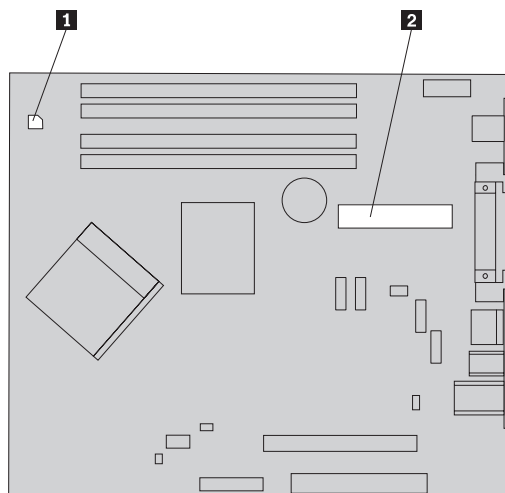

Figura 19. Connettori della scheda di sistema
6. Scollegare i cavi di alimentazione **1** e **2** dai connettori della scheda di sistema e da tutte le unità. Consultare la sezione Figura 19.